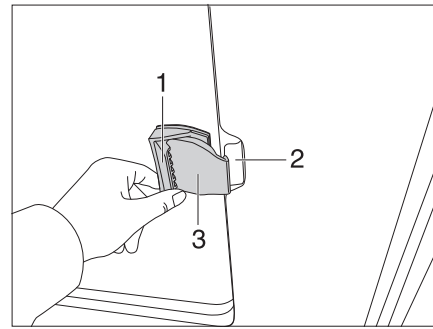

Bild 67 Schiebefenster ohne Verriegelung
- Griffklappe (Bild 67,1) ziehen und Griff gleichzeitig nach vorn schieben oder ziehen.